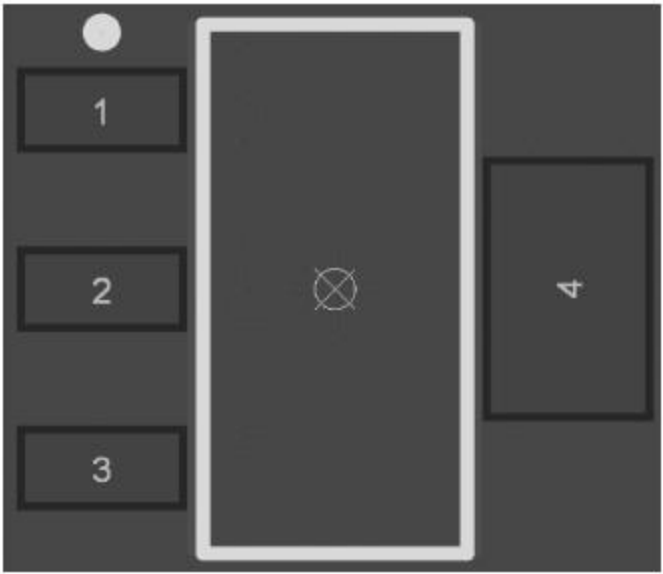

图 3-54 创建好的 SOT223 封装
(6) 单击 Finish 按钮,完成封装的制作,效果如图 3-54 所示。